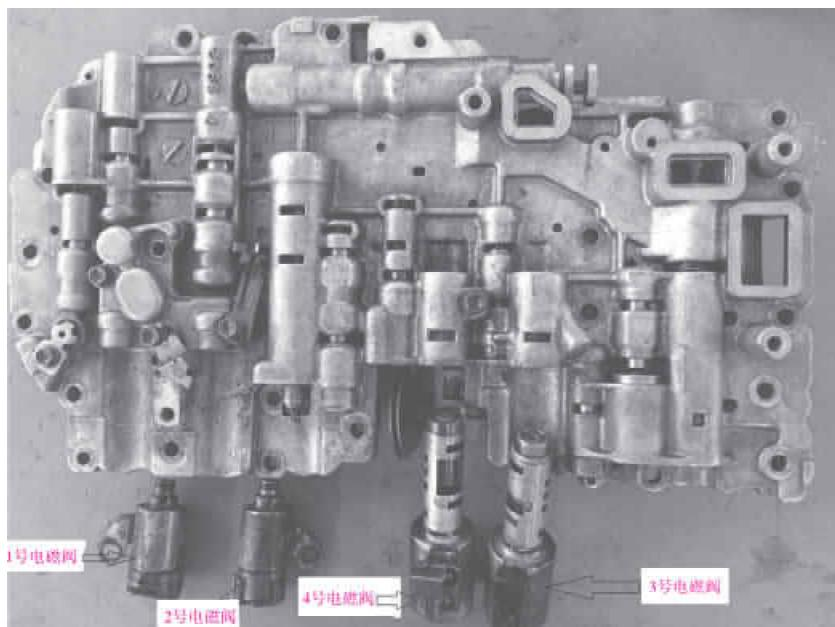

图 3-22 拆下 4 个电磁阀
- (3) 拆下 4 个电磁阀,从 1 号和 2 号电磁阀上拆下 O 形圈,从 3 号和 4 号电磁阀上拆下锁紧片,如图 3-22 所示。